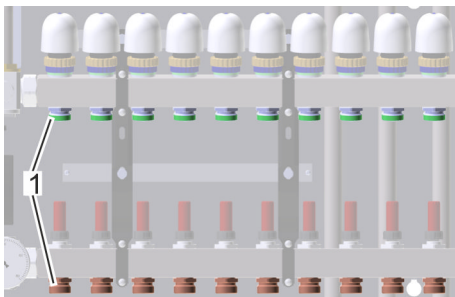

Abb. 92: Gewinde Heizungsverteiler
5. ➤ Gewinde der Leitungen der Fußbodenheizung (Abb. 92/1) lösen.